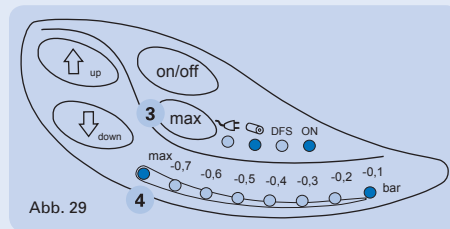

Abb. 29
- Betätigen Sie für schnell benötigtes maximales Vakuum die Taste „max“ (Abb. 29 (3)). Ebenso können Sie durch mehrfaches Drücken der Taste „up“ das maximale Vakuum einstellen.
- Die Vorauswahl des maximalen Vakuums wird über eine rote LED für 2 Sekunden signalisiert (Abb. 29 (4)).